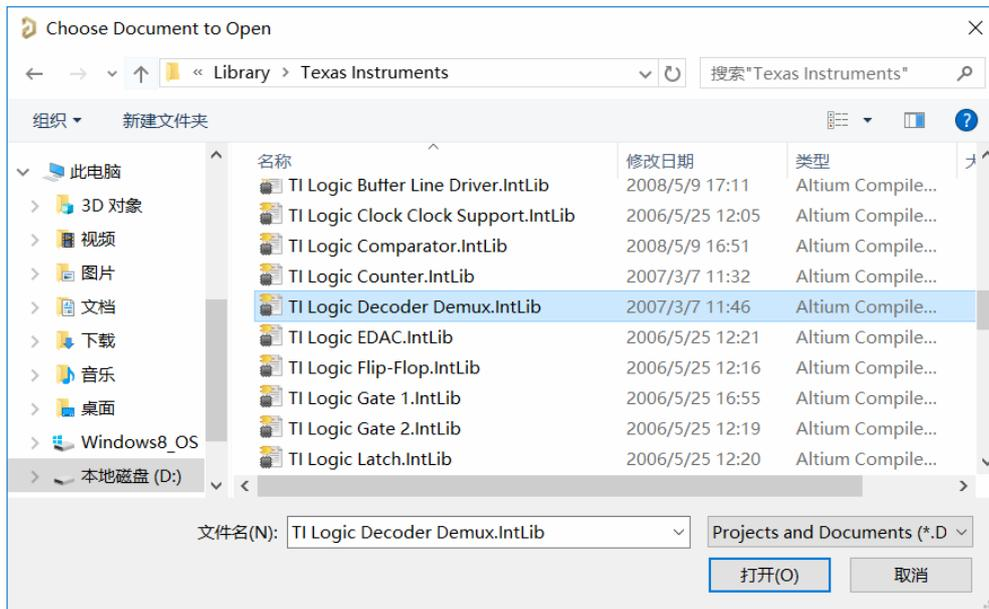

图 5-28 TI Logic Decoder Demux. IntLib 库文件
(1) 打开原理图库 R Radar.SchLib。
(2) 执行【文件】|【打开】命令，找到 D:\Altium Designer 18\Library\Texas Instruments 目录下的库文件 TI Logic Decoder Demux.IntLib，如图 5-28 所示。